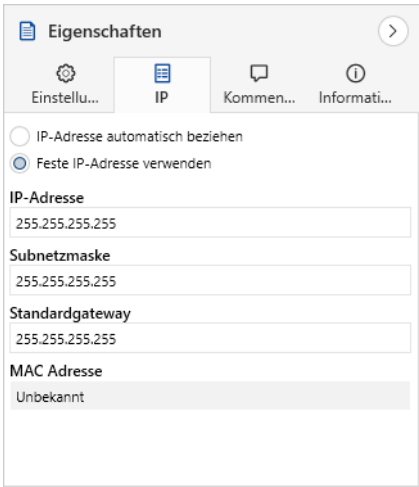

Bild 21: IP-Einstellungen
- 3. Die zur Verfügung stehenden Auswahlmöglichkeiten finden Sie in Bild 21 und in der Tabelle 10, “Einstellungen zur manuellen IP-Adressen-Eingabe oder zum automatischen Bezug,” auf Seite 35.